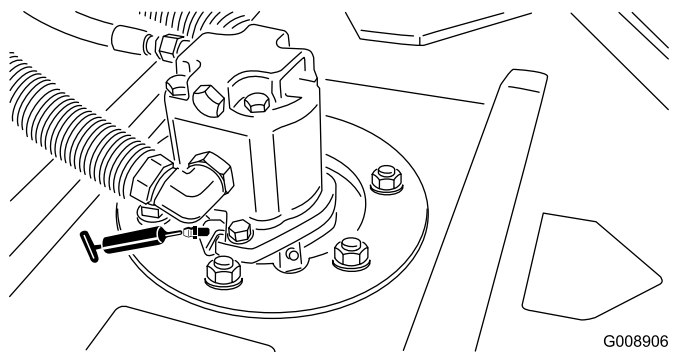

図 49
• カuttingユニットのスピンドルシャフトのベアリング各Cuttingユニットに2ヶ所 図 49